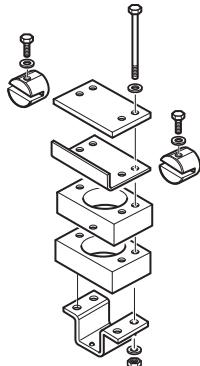

Afb. 25
- För chassin med L-profil och där det är ont om utrymme, t.ex. underramar eller störande kanter, används det korta fästsystemet (Afb. 25).